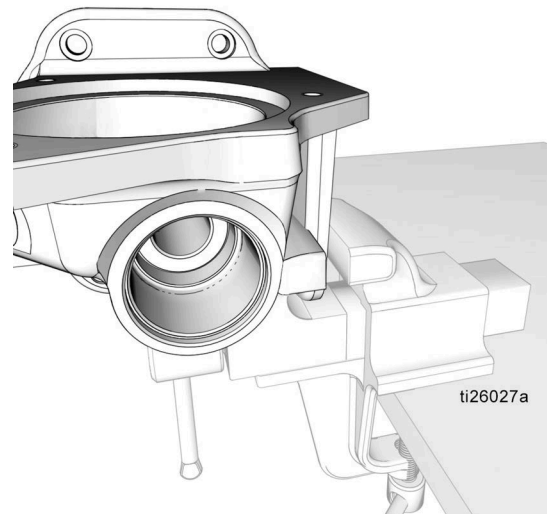

FIG. 39
- 4. Coloque de nuevo la base de la bomba (1) en el tornillo de banco como se observa en FIG. 39.